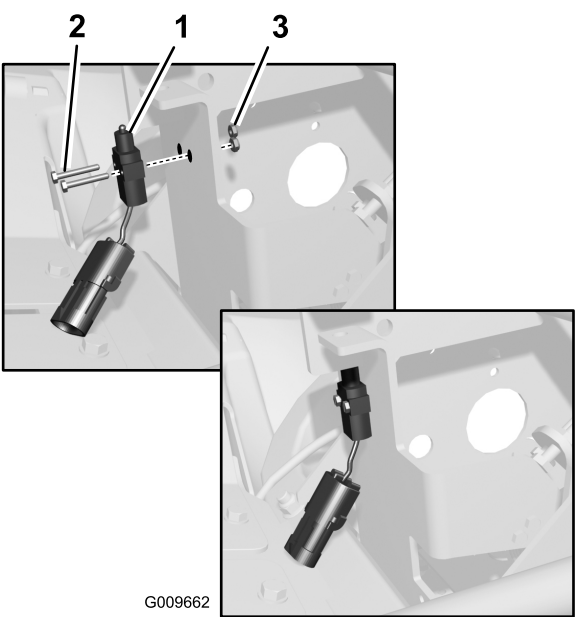

Figura 9
1. Instale o interruptor do travão no conjunto do pedal utilizando dois parafusos e porcas de bloqueio n.º 6 (Figura 9).